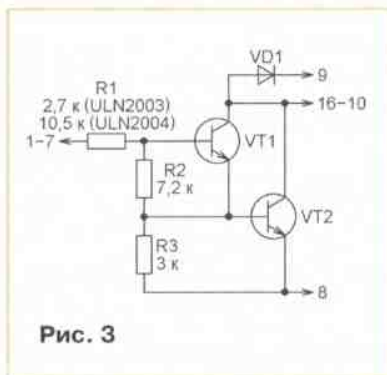

Рис. 3
14. Ответ — 0. В каждой из микросхем ULN2003AN и ULN2004AN содержится по семь транзисторных ключей, построенных по одной и той же схеме (рис. 3). Однако резисторы R1 в них разного номинала, поэтому ключи открываются при разном управляющем напряжении: ULN2003AN — при 3,3...5 В, ULN2004AN — при 6...15 В. Следовательно, управлять последней от микроконтроллера с напряжением питания ниже 5 В нельзя.